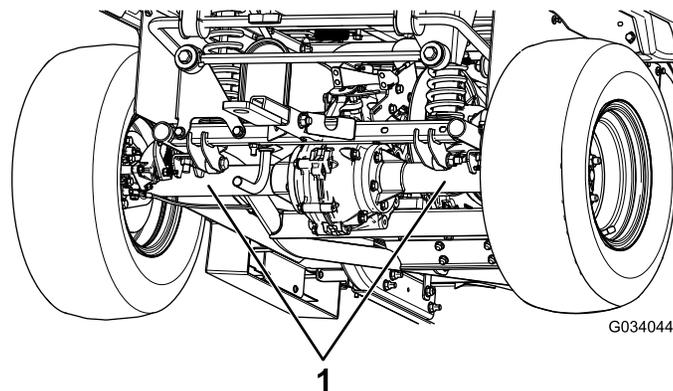

図 23
- 車体後部のジャッキアップポイントはアクスルチューブの下側です 図 23。